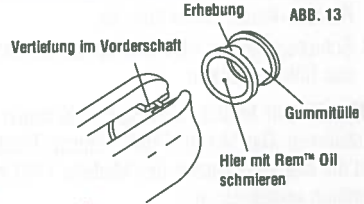

ABB. 13
1. Prüfen Sie die Position der Gummitülle im Vorderschaft. Die Erhebung MUSS in der Vertiefung des Vorderschafts sein. Siehe Abb. 13.
3. Schieben Sie den Vorderschaft über das Röhrenmagazin, während Sie ihn möglichst gerade am Röhrenmagazin anhalten. Drücken Sie ihn nach unten, bis mindestens zwei (2) Gewinde am Röhrenmagazin vor dem Vorderschaft sichtbar sind.